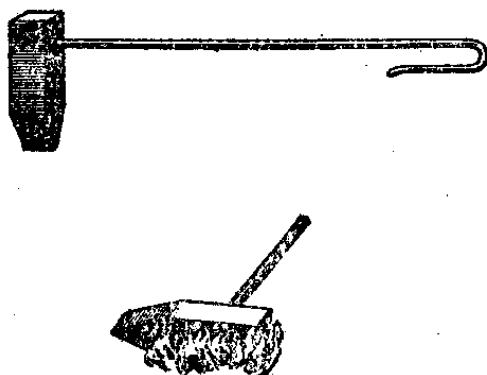

图 2-4
4. 烙鉄：烙鉄是金属焊接的主要工具。烙鉄分火烙鉄和电烙鉄两种，火烙鉄使用的时候是放在火上烤热的，电烙鉄是利用电流的热效应来加热的。火烙鉄常见的形状如图 2-4，它是利用一块紫銅，把一端做成尖形，称为烙鉄头。烙鉄柄用鐵絲或其他金属絲做。使用的时候把烙鉄放在木炭或煤炭火上烤，在烤的时候烙鉄头应向上，不要与火焰直接接触，否則烙鉄头会弄脏的，弄脏以后就不能焊錫，影响焊接工作。另外，烙鉄的加热温度不能过高，也不能过低。如果温度不够时，錫涂到烙鉄头上去成糊状，顏色是